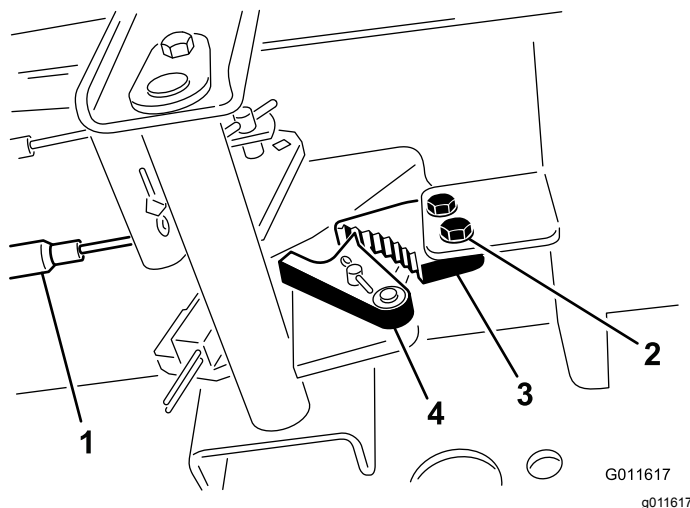

Bild 86
1. Lösen Sie die zwei Schrauben, mit denen die Sperre der Feststellbremse am Rahmen befestigt ist (Bild 86).
2. Drücken Sie das Pedal der Feststellbremse nach vorne, bis die Bremsenarretierung ganz an der Bremssperre greift (Bild 86).